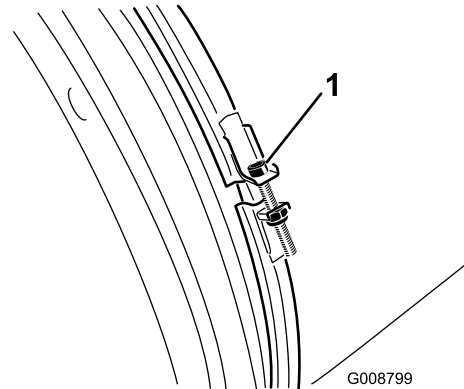

Figure 48
2. Vérifiez si le collier de l'embout du souffleur est usé ou endommagé (Figure 48).
3. Vérifiez chaque jour le serrage du collier de l'embout (Figure 48).